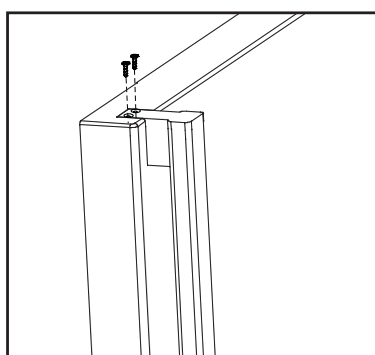

Figura 3
- 2) Mettere le viti (3) nei fori appropriati (4) aiutandosi con un cacciavite (come mostrato nella Figura 3).